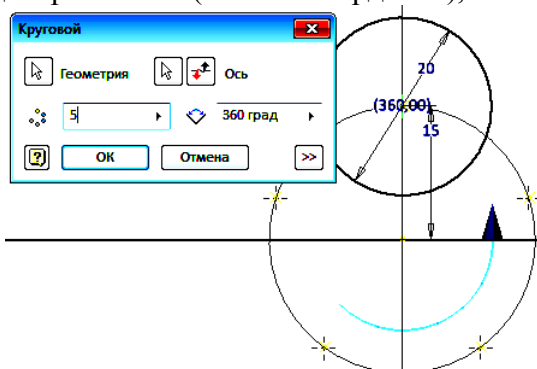

Рис. 4.2. Диалоговое окно «Круговой»
3. Постройте круговой массив, состоящий из 5 элементов. Выберите команду «Массив» . Появится диалоговое окно «Круговой» (рис. 4.2). Выберите размножаемый элемент (точка), а затем центр массива (начало координат), количество элементов 5.